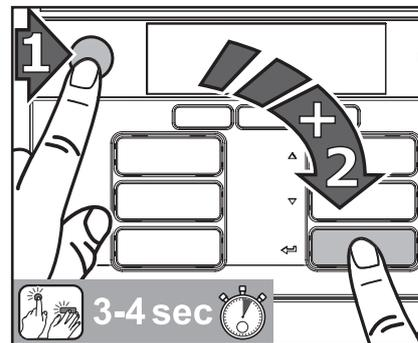

Fig. 24
1. Em primeiro lugar, prima a tecla STOP, depois, a tecla Enter ◀ e mantenha ambas as teclas primadas simultaneamente durante 3-4 segundos para ativar o modo de limpeza. (Fig. 24)